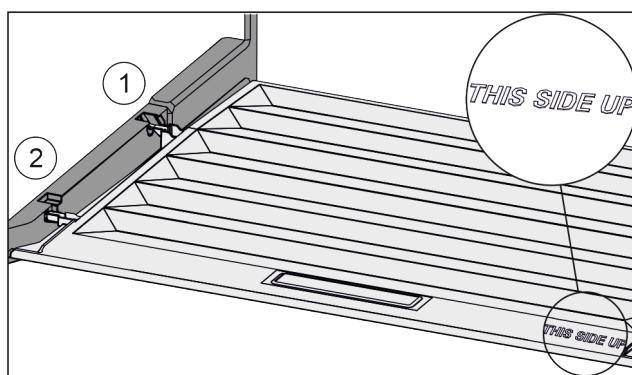

Fig. 76
- Výstupky veka zavedťte cez otvor zadného držiaka Fig. 76 (1) a zaistite vpred v držiaku Fig. 76 (2).